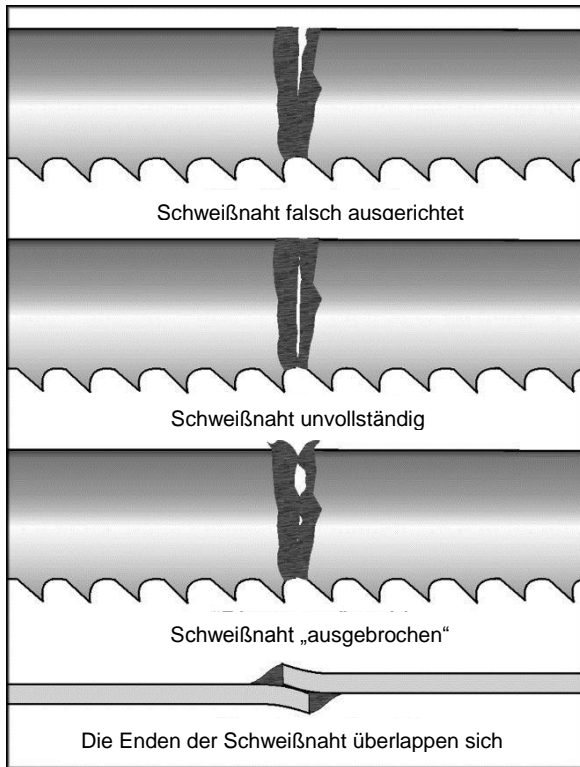

Abb. 14
10. Nehmen Sie das Blatt von den Spanbacken und prüfen Sie es sorgfältig. Der Zahnabstand der Zähne sollte gleichmäßig sein und die Schweißnaht sollte sich in der Mitte der Rille befinden. Eine Fehlausrichtung ist zu diesem Zeitpunkt anhand des Schweißnahtbildes leicht zu erkennen. In Abbildung 14 sind Beispiele für falsche Schweißnähte dargestellt.